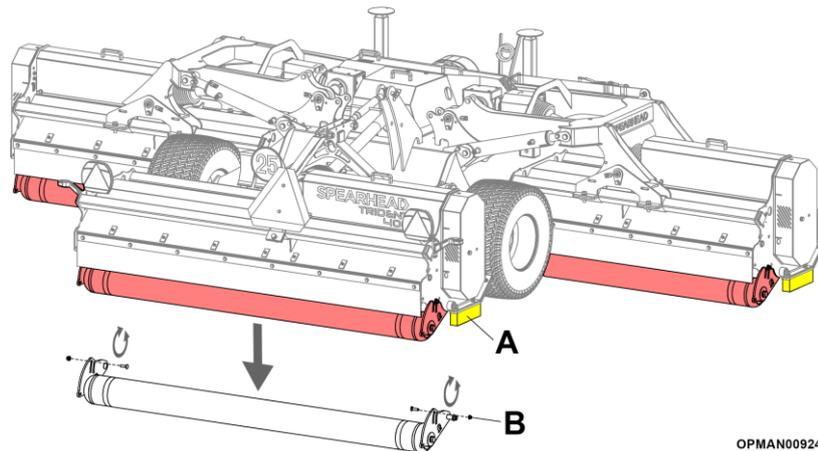

Abbildung 4.40 - Einstellen der Heckrolle an einem Standard-Trident
Bezugnehmend auf Abbildung 4.40, um die minimale Schnitthöhe zu ändern:
- 4.8.1.1 Heben Sie die Maschine mit Hilfe der Hydraulik der Zugmaschine an allen Mähwerken vollständig an und blockieren Sie alle Kufen oder Rotoren, um sie vor einem Ausfall der Hydraulik zu schützen, siehe Abbildung 4.40 (A).
- 4.8.1.3 Lösen und entfernen Sie die Schlossschraube und die Mutter an beiden Enden der Einstellplatte der Heckrolle, siehe Abbildung 4.40 (B).